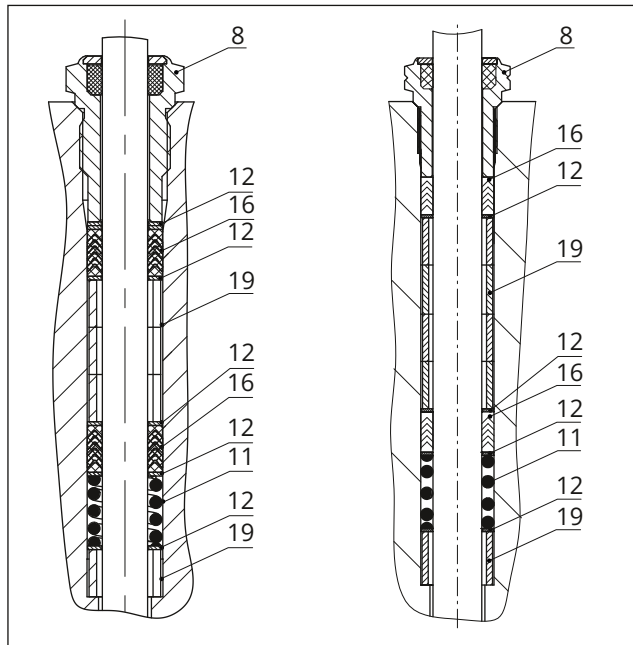

Bild 25: Stopfbuchspannung Standard:
12. Stopfbuchsteile mit einem geeigneten Werkzeug vorsichtig über die Kegelstange in den Packungsraum einschieben. Korrekte Anordnung beachten, vgl. Bild 25.
13. Kegel (5) fest in den Sitz (4) drücken. Dabei Flansch (2) mit Gehäusemutter (14) befestigen. Gehäusemutter schrittweise über Kreuz anziehen. Anzugsmomente beachten.
14. Gewindebuchse (8) einschrauben und festziehen. Anzugsmomente beachten.
15. Joch (3) auf den Flansch (2) setzen und mit Schlagmutter (92) festschrauben.
16. Kontermutter (10) und Kupplungsmutter (9) lose auf Kegelstange schrauben.